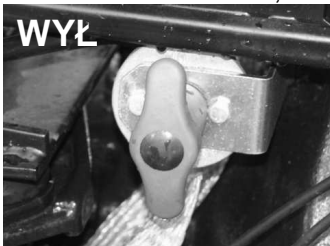

Abb.D-1 Stellungen des Einschater der „Masse“
- Einschalter der Masse, der sich rechts des Motors befindet, in Stellung „EIN“ bringen (Abb. D-1)